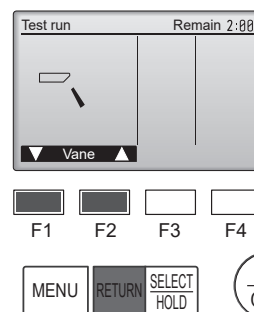

Fig. 6-6
- ① Vérifiez le volet automatique à l'aide des boutons [F1] [F2]. (Fig. 6-6)
- ② Appuyez sur le bouton [RETURN] (RETOUR) pour revenir à l'écran "Test run" (Test fonctions).
- ③ Appuyez sur le bouton [ON/OFF].